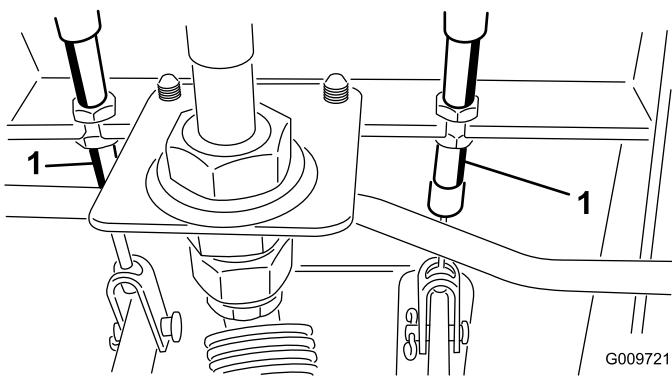

図 52
- A. ブレーキ・ケーブル(図 52)の端にある前ナットをゆるめる。